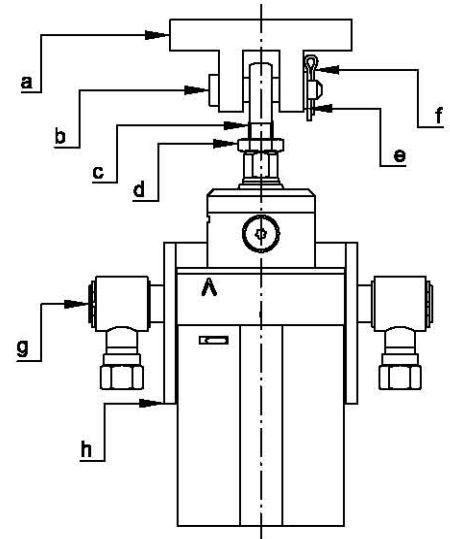

Abbildung 2: Befestigungselemente
Die Zylinder an geeigneten Befestigungselementen befestigen. Es ist sicherzustellen, dass die Aufhängungen mittels entsprechendem Sicherungselementen gesichert werden (siehe Abbildung 2).
-  Um ein Herausdrehen der Augenschraube zu verhindern, muss die Kontermutter gekontert werden (siehe Abbildung 2).
Auf eine fluchtende Montage von Kuppelbock, Konsolen oder anderen Befestigungselementen achten. Seitenkräfte sind zu vermeiden (siehe Abbildung 2).